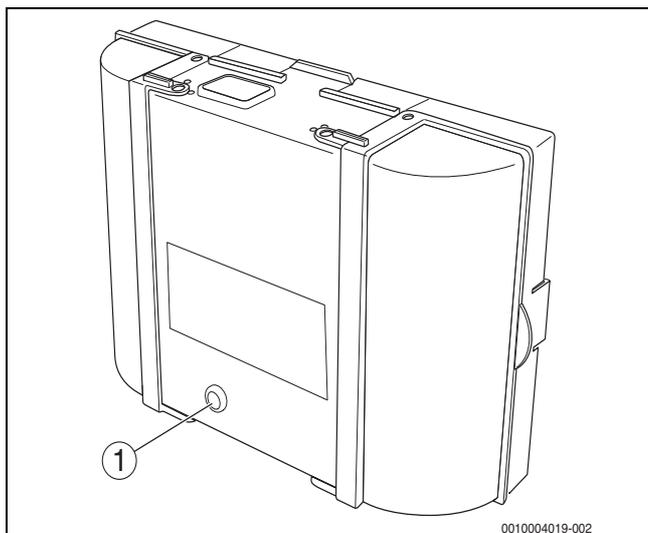

Fig. 84 Remise à zéro des défauts sur l'automate de combustion
- ▶ Appuyer sur la touche de «réarmement» sur le coffret de contrôle de combustion (→ fig. 84).